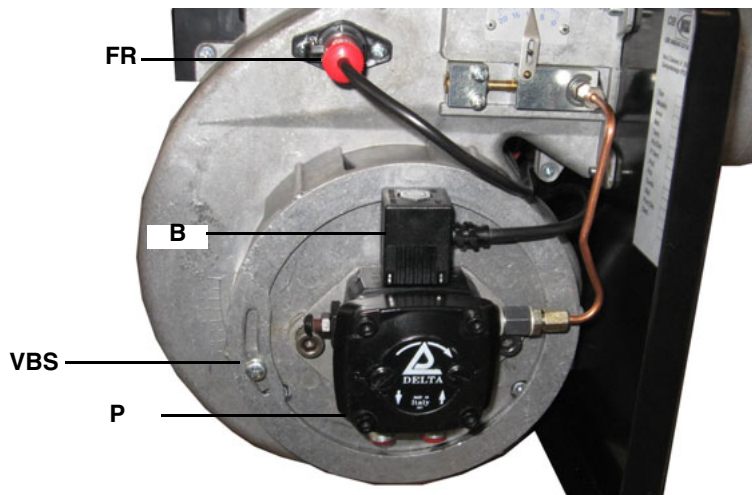

Рис. 9
- 2 вынуть соединительный разъем катушки **В** на насосе **Р** (Рис. 9), во избежание нежелательного попадания дизельного топлива в камеру сгорания;
- 4 гвинуть фоторезистор **FC** (Рис. 9) и осветить его;
- 5 выпустить воздух через штуцер манометра **М** насоса (**Р**), расслабив слегка заглушку, но не снимая ее (Рис. 9).